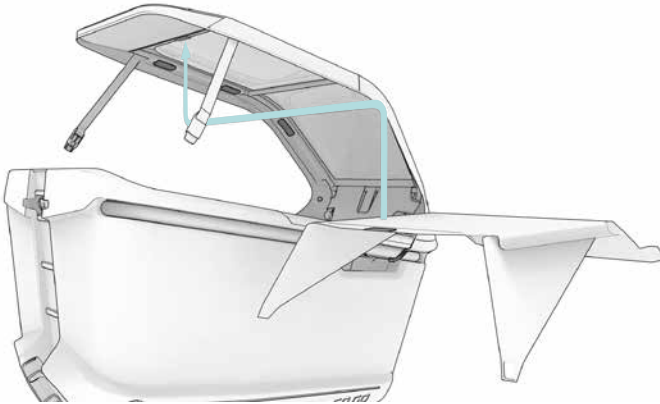

Abb. 47
Der Sonnenschutz ① kann mit mehreren Klettverschlüssen in unterschiedlichen Positionen an der Innenseite des All-Weather-Top angebracht werden (Abb. 47).